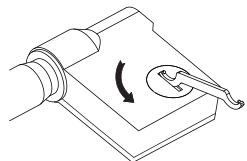

Fig.1
- Remova a tampa da bateria girando-a no sentido anti-horário com uma chave inglesa (Fig.1).